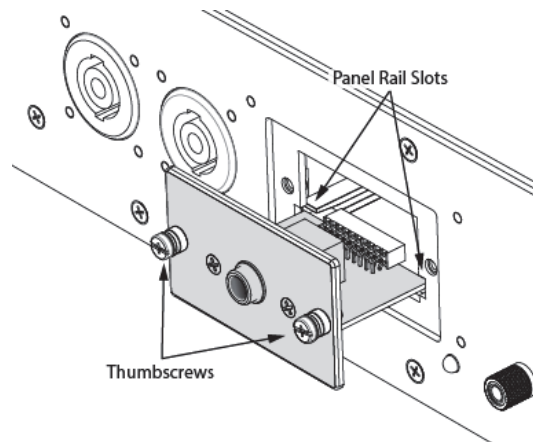

図5
1. APx517 の筐体から二つのつまみネジを緩めて、コネクタパネルを外します。(図5)